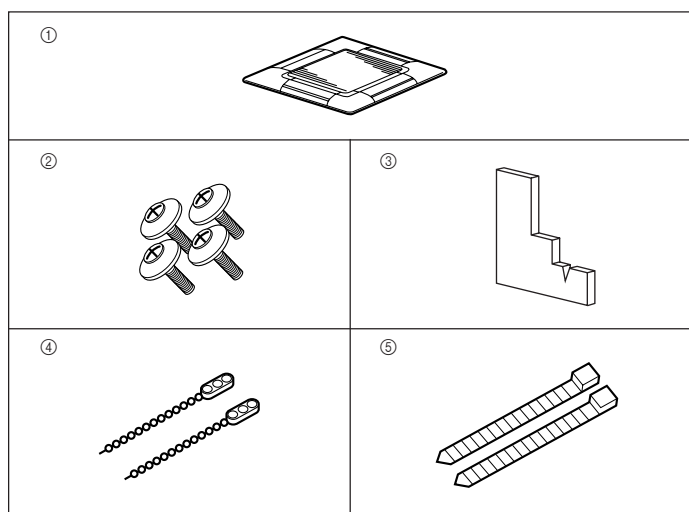

Fig. 5-1
5.1. Проверьте принадлежности решетки (Fig. 5-1)